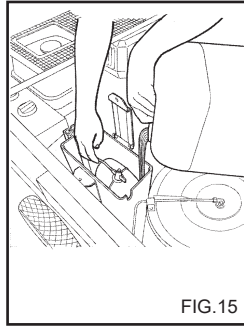

FIG. 15
- 5) Kaada vesisäiliöön noin 3 litraa jäänestoainetta (fig. 15).